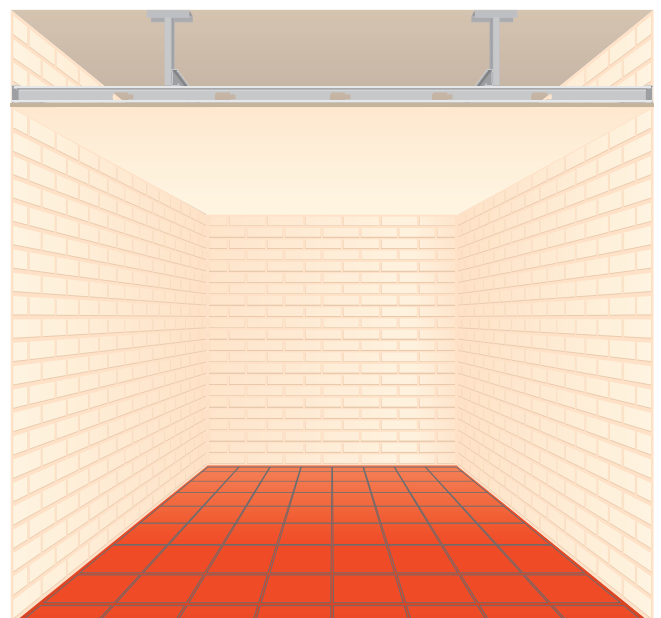

FIG. 6
- 10 Por último, para pintar, actúe exactamente igual que sobre cualquier otro tipo de paredes o techos. (Fig. 6).